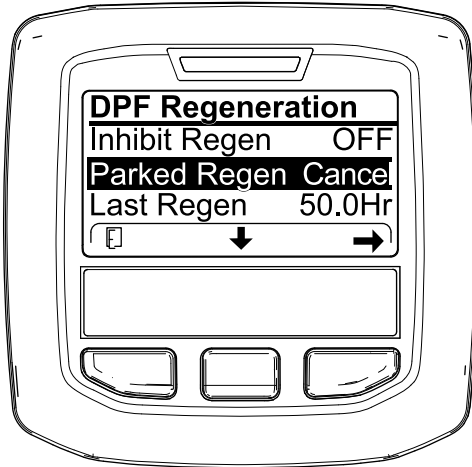
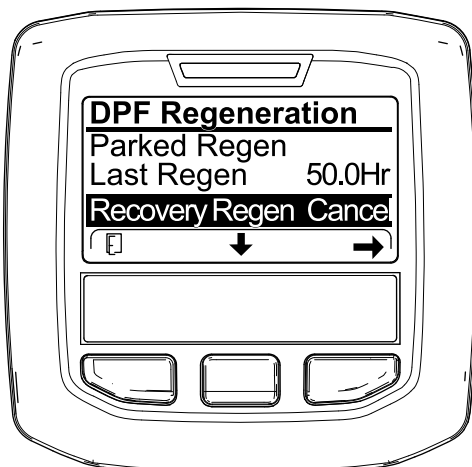

Figura 60
Figura 61
1. Vaya al menú de Regeneración del DPF (Figura 60).
2. Pulse el botón central para desplazarse hacia abajo a CANCELAR REGENERACIÓN ESTACIONARIA (Figura 60) o CANCELAR REGENERACIÓN DE RECUPERACIÓN (Figura 61).
3. Pulse el botón derecho para seleccionar la opción Cancelar (Figura 60 o Figura 61).